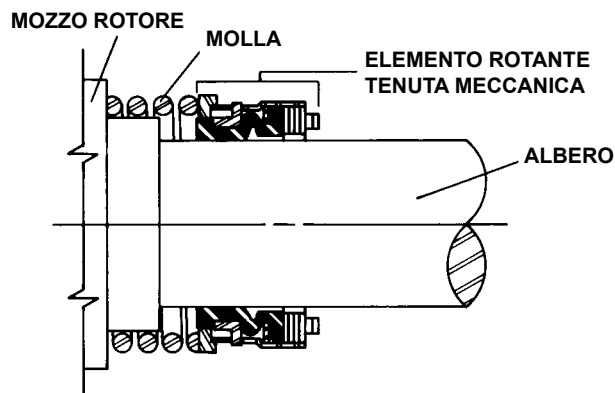

FIGURA 13
4. Porre la molla della tenuta sull'albero contro il mozzo del rotore, Figura 13.